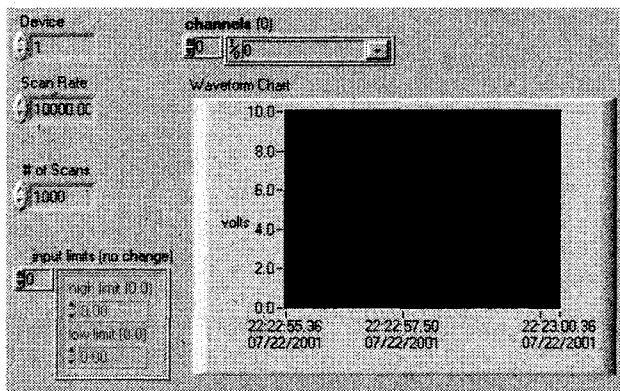

Рис. 11.35
1. Вначале создайте лицевую панель, как показано на рис. 11.35, с простой разверткой для просмотра данных.
1. Создайте ВП отображения и хранения осциллограммы. Этот ВП должен иметь лицевую панель, аналогичную показанной на рис. 11.35, но с дополнительной способностью хранения всех данных в файле (если в этом вам необходима помощь, посмотрите еще раз функции по работе